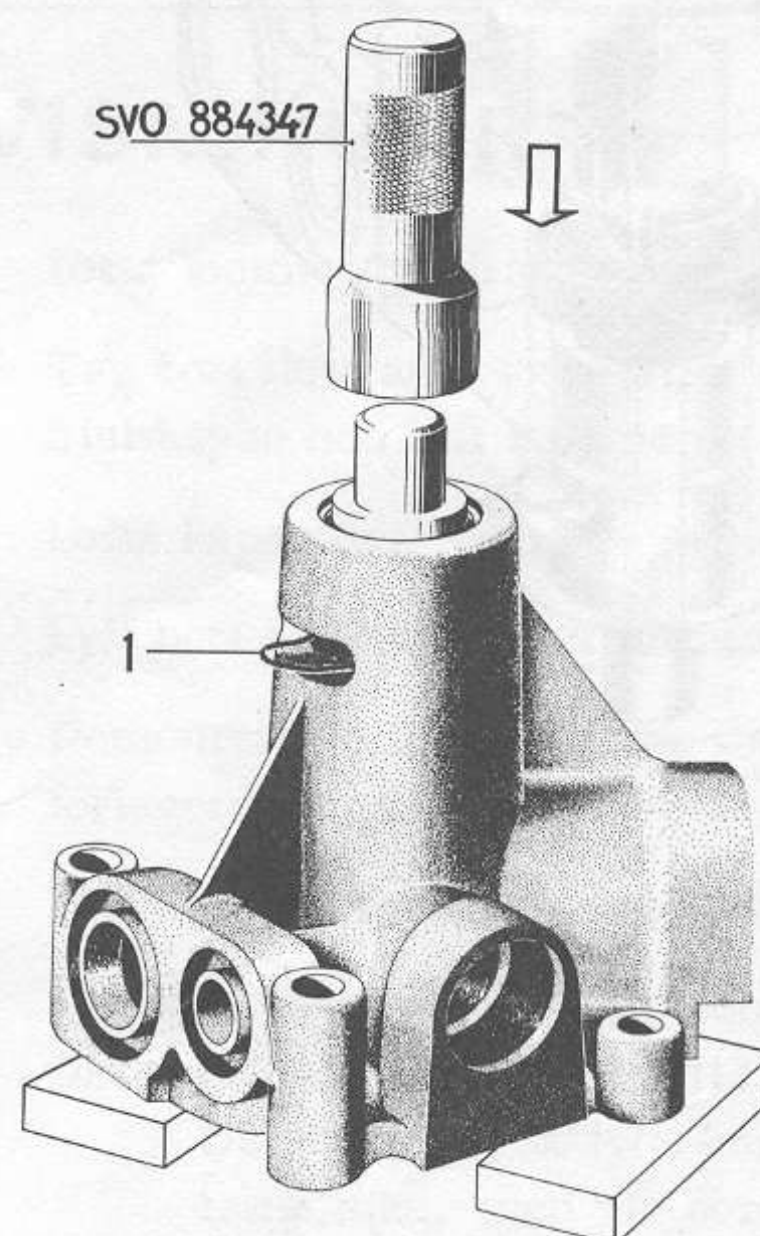

Bild G3 Demontering av axel och skovelhjul
3. Placera pumpen i en press. Pressa ur axel, lager och skovelhjul med dorn det. nr 884347. Se bild G3.